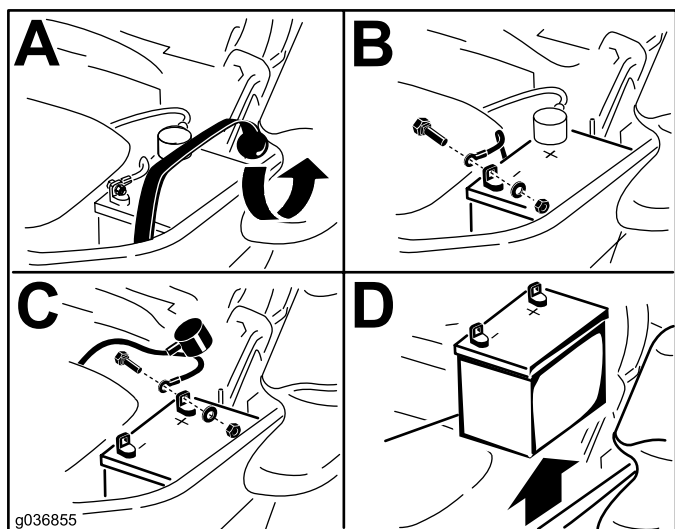

Figure 82
3. Débranchez le câble négatif (noir) de mise à la masse de la borne de la batterie (Figure 82).
5. Débranchez le câble positif (rouge) de la borne de la batterie (Figure 82).
6. Enlevez la sangle en caoutchouc (Figure 82).
1. Placez la batterie dans son support en tournant les bornes à l'opposé du réservoir hydraulique (Figure 82).
4. Fixez les câbles avec 2 boulons, 2 rondelles et 2 contre-écrous (Figure 82).
6. Fixez la batterie en place à l'aide de la sangle en caoutchouc (Figure 82).